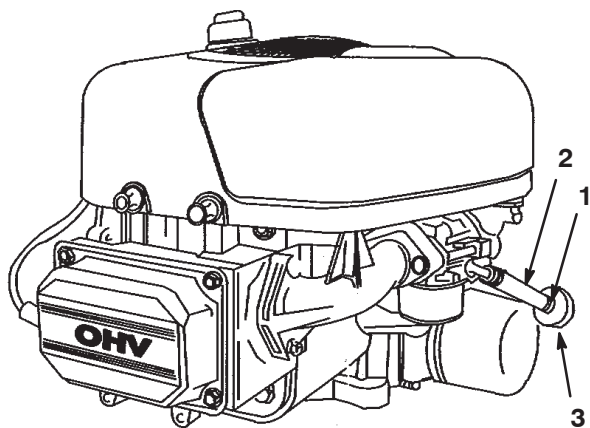

Figure 31
7. Desserrez le collier de serrage au niveau du filtre à carburant et repoussez-le le long de la conduite d'alimentation pour l'éloigner du filtre (Fig. 31).
8. Débranchez les conduites d'alimentation du filtre à carburant (Fig. 31).
11. Rapprochez le collier de serrage du filtre pour fixer la conduite d'alimentation (Fig. 31).
Remplacez le filtre à carburant toutes les 100 heures de fonctionnement ou une fois par an, la première échéance prévalant. Le meilleur moment pour remplacer le filtre à carburant (Fig. 31) est lorsque le réservoir à carburant est vide. Ne réinstallez jamais un filtre à carburant encrassé après l'avoir déposé de la conduite d'alimentation.
7. Pincez les extrémités des colliers et éloignez-les du filtre (Fig. 31).